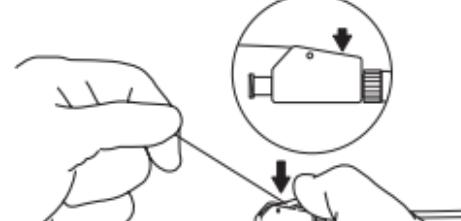

Fig. 2
- b. Mens suturen fortsatt holdes stramt, skyves låsearmen ned til det føles et tydelig «klikk». Stentens distale slynge er nå låst på plass. (Fig. 2)